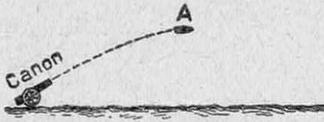
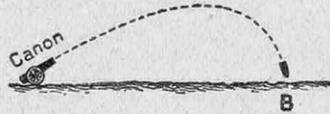
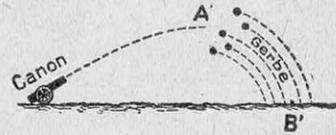

FIG. 6
FIG. 7
FIG. 8
A (obus shrapnell) lancé par un canon (fig. 6) ; si cet obus n'éclatait pas dans l'air, il frapperait le sol en B (fig. 7) ; mais, s'il éclate en A', les fragments constituent une gerbe et décrivent des trajectoires parallèles (fig. 8), de telle sorte que le centre de gravité de l'ensemble vient passer par le point B', qui se confond avec le point B de la figure 7. On voit par là que le choc, dû à l'explosion en A', ne modifie pas le mouvement du centre de gravité de l'obus (1).